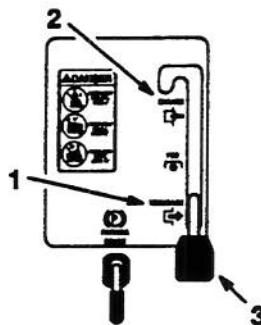

Figure 8
3. Mettre la commande de hauteur de coupe (relevage de l'unité de coupe) sur DISENGAGED (DEBRAVÉE) (Fig. 8).